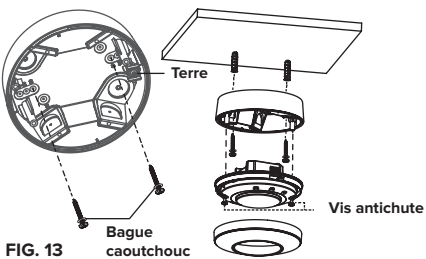

FIG. 13
- 3. Pour le montage sur une dalle de plafond, utilisez les 2 découpes rondes dans le boîtier et fixez le boîtier avec les 2 vis avec rondelles en caoutchouc (FIG. 13).
- 4. Connectez le câblage et fixez le capteur dans le boîtier avec les vis antichute (FIG. 13).